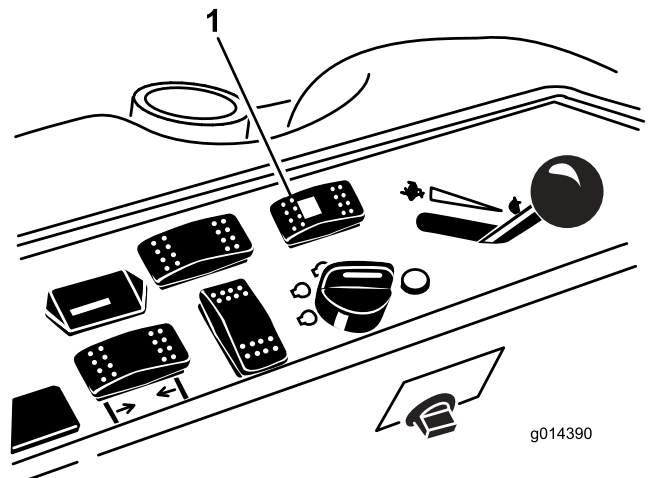

図 40
1. 切り換えスイッチ 図 40 の後側を押す4輪操舵にセット。